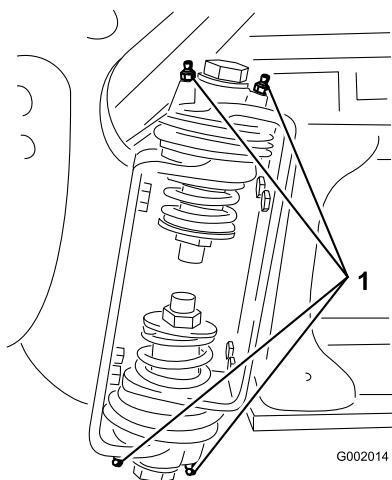

Figura 41
2. Pompatte del grasso nel raccordo di ogni cuscinetto o boccola Figura 41.